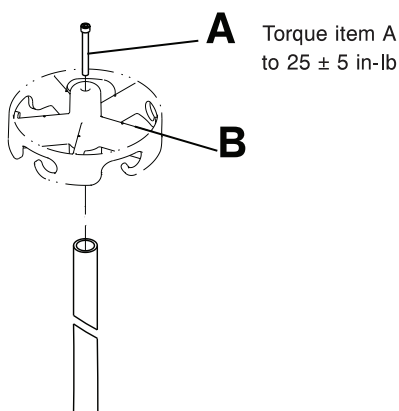

Abbildung 3-32: Austausch des Infusionsständeraufsatzes
1. Mit einem 3/16-Zoll-Sechskantschlüssel die Zylinderkopf-Innensechskantschraube (A) aus dem Zentrum des Infusionsständeraufsatzes (B) entfernen. Die Schraube aufheben (Abbildung 3-32 auf Seite 3-53).
4. Mit einem 3/16-Zoll-Sechskantschlüssel den Infusionsständeraufsatz mit der Zylinderkopf-Innensechskantschraube (A) (die in Schritt 1 entfernt wurde) auf dem Infusionsständer befestigen. Die Schraube mit einem Drehmomentschlüssel mit 3/8-Zoll-Antrieb auf  $25 \pm 5$  in-lb ( $2,8 \pm 0,6$  Nm) festziehen.